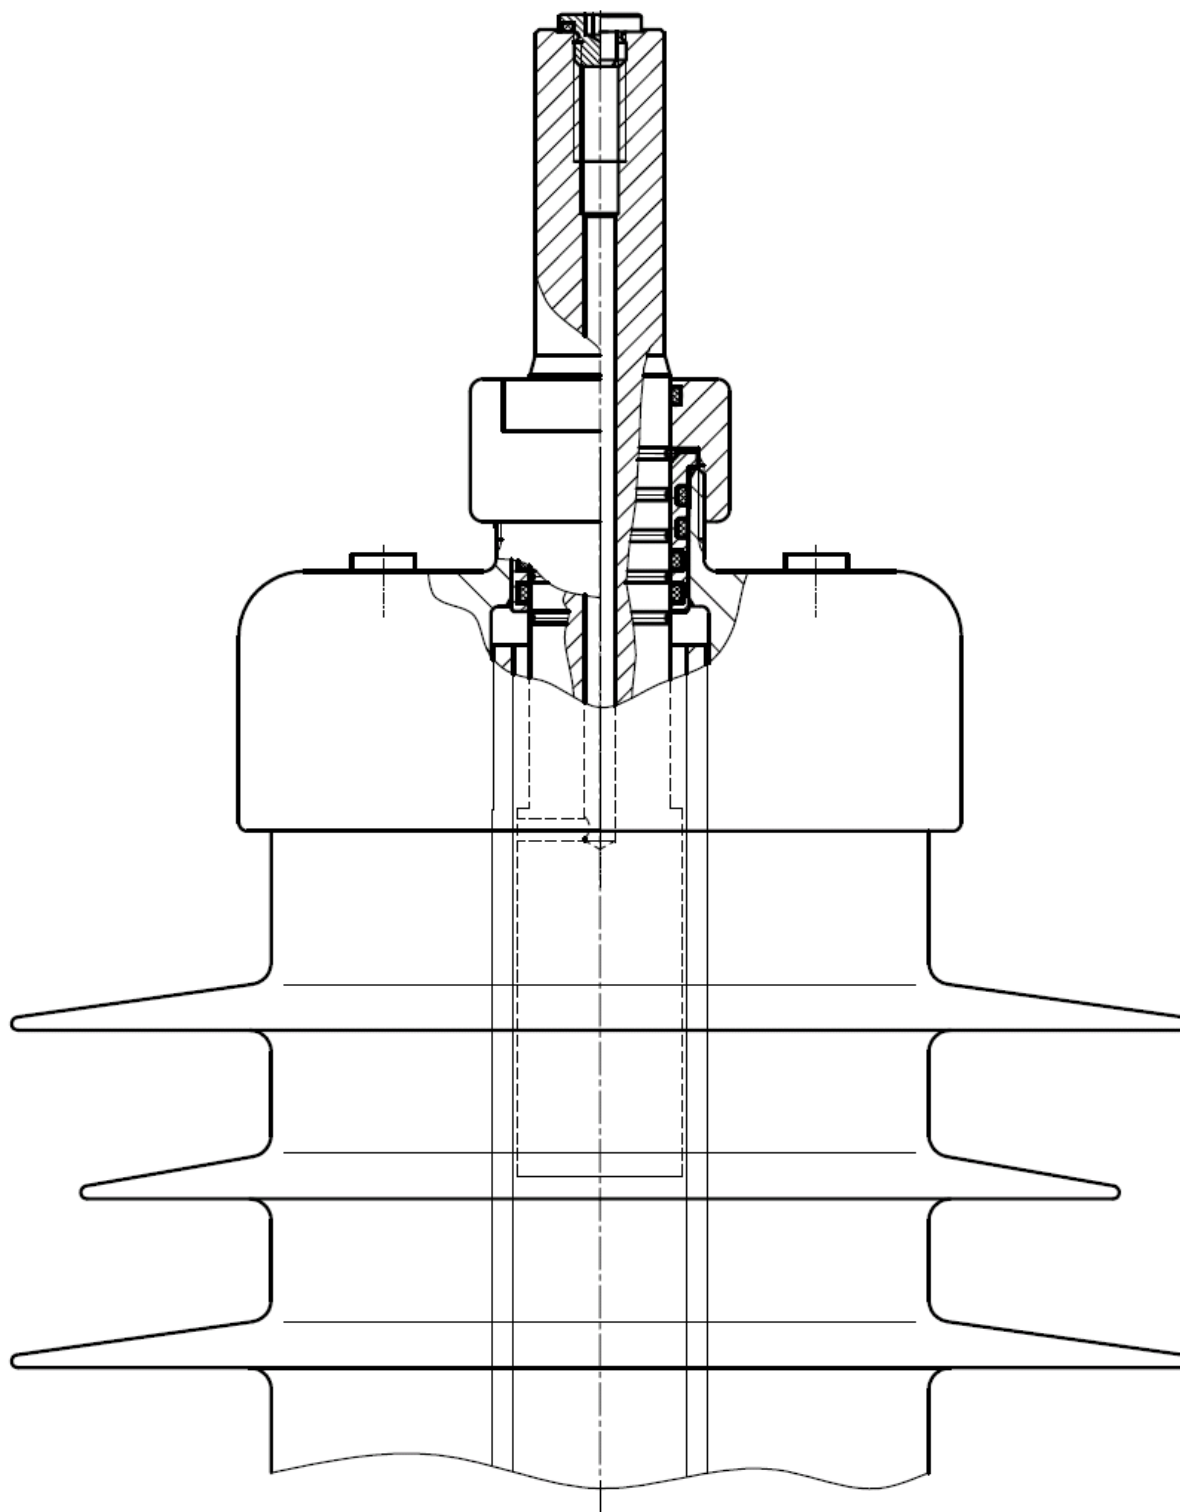

Рис. 5
7.3.7 Контактная шпилька, установленная на ввод, изображена на рис.5.